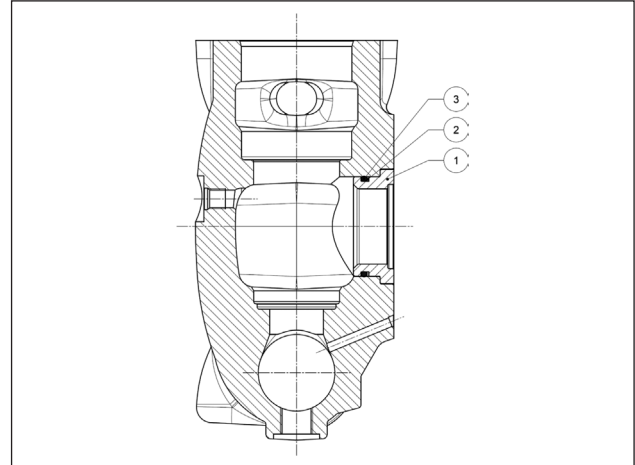
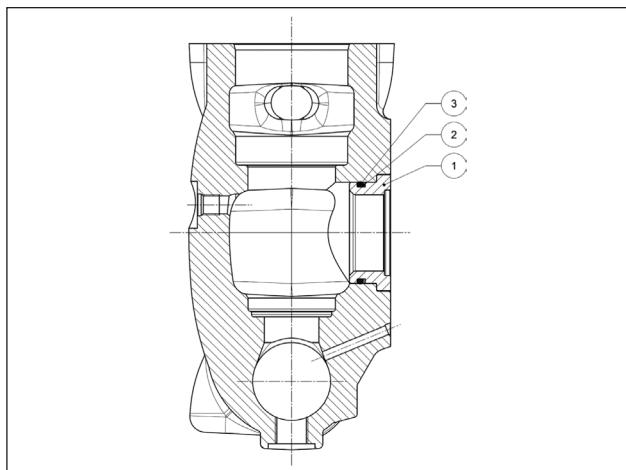

Fig. 167
Fig. 168
Après l'avoir usinée, assembler la tête en calant les douilles (rep. ①) dotées de bagues anti-extrusion (rep. ②) et de joint torique (rep. ③) comme le montre la Fig. 167 pour LK36-40-45 et la Fig. 168 pour LK50-55-60 :